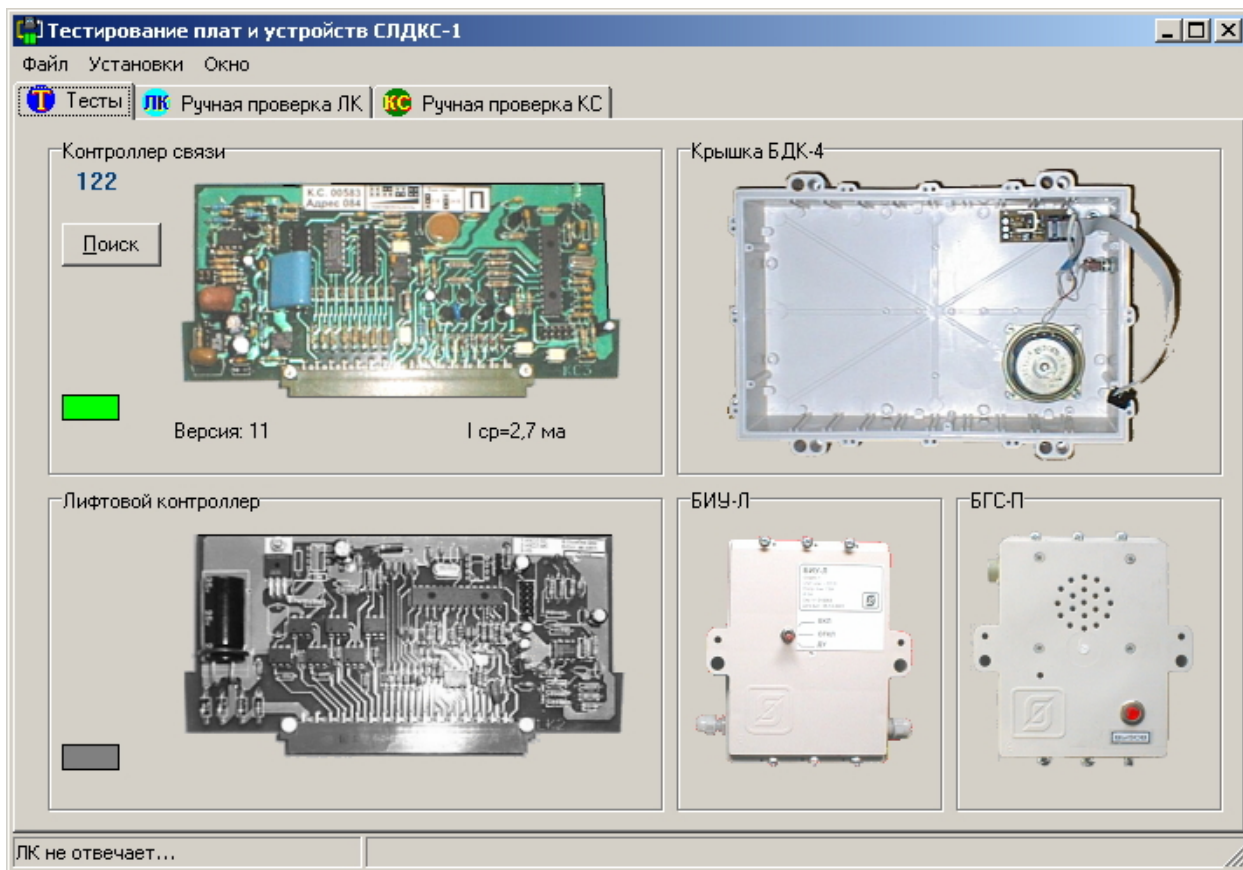

Рисунок 1. Поиск контроллера связи
2. Нажмите кнопку «Поиск» на первой вкладке программы. В течение минуты будет выполнен поиск контроллера связи. Если контроллер связи будет обнаружен, то изображение платы контроллера связи изменится на цветное и «загорится» светодиод индикации наличия платы. Кроме этого в строке адреса появится реальный адрес платы и в строке версии появится версия прошивки платы (рисунок 1). В случае обнаружения контроллера связи перейдите к разделу «Тестирование платы в стенде».